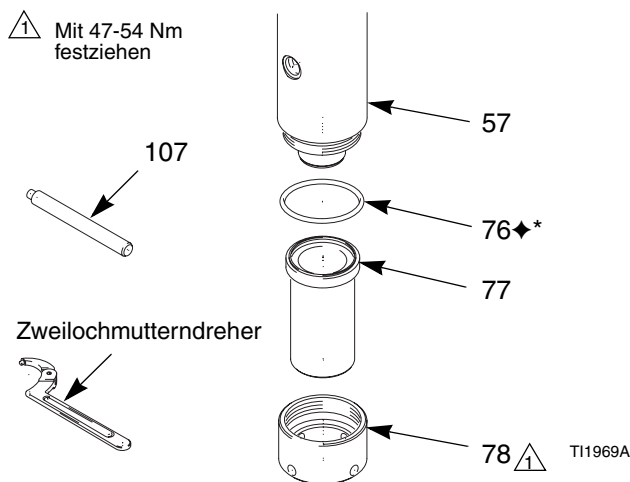
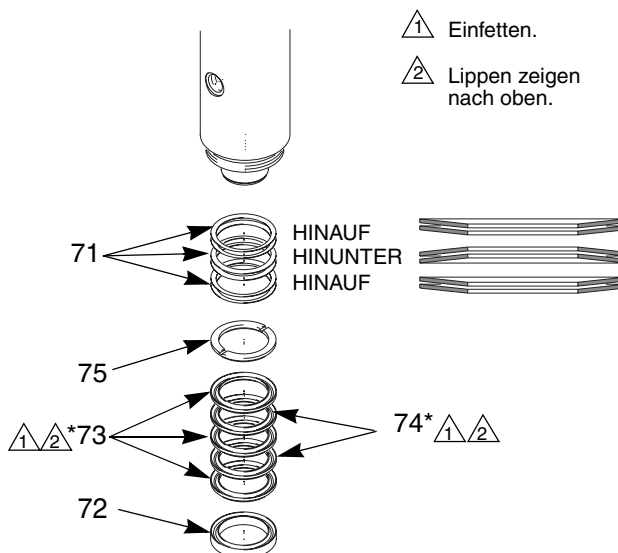

ABB. 13. Unterer Zylinder
ABB. 14. Kolbenpackungen
2. Mit dem im Lieferumfang enthaltenen Werkzeug (107) oder einem Zweilochmutterndreher die Überwurfmutter (78) vom oberen Zylinder (57) abschrauben und von der Pumpe herunterschieben. Den unteren Zylinder (77) und die flache Dichtung (76) entfernen. Die Innenfläche des Zylinders auf Beschädigungen überprüfen. Siehe ABB. 13.
3. Die Kolbenpackungen entfernen. Siehe ABB. 14.
6. Den O-Ring (55♦) und den Sitz (54♦) im Kolbenkörper (56) einbauen. Den großen O-Ring (53♦) installieren. Den O-Ring (53♦) und das Kolbengewinde einfetten. Die Kugel (52♦) auf den Sitz legen. Den Kolben in die Stange (51) schrauben. Mit 102-108 Nm festziehen.
7. Die Dichtung (76*♦) auf den unteren Zylinder (77) legen. Den Gegenring (72), die V-Packungen (73*, 74*) und den
Stützring (75) in den Zylinder geben. Die V-Packungen abwechselnd jeweils mit den Lippen nach oben einlegen. Siehe ABB. 14.
9. Die Federscheiben (71) zusammenbauen; die beiden unteren zeigen nach oben, die zwei mittleren zeigen nach unten, und die zwei oberen zeigen nach oben. Die Feder oben auf den Packungsstapel geben.
10. Den unteren Zylinder (77) über das Ende der Unterpumpenstange (51) geben und gleichzeitig den Packungsstapel auf die Stange und in den oberen Zylinder (57) hinein schieben.
11. Die Überwurfmutter (78) auf den unteren Zylinder (77) schieben und auf den oberen Zylinder (57) schrauben. Mit einem Zweilochmutterndreher festziehen. Mit 47-54 Nm anziehen. Siehe ABB. 13.